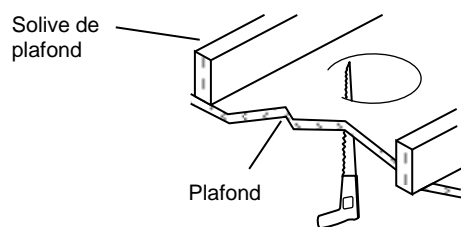

Fig. 1
- Utilisez une scie à guichet pour pratiquer une ouverture de 6 1/4 po (15,88 cm) de diamètre dans la cloison du plafond. (Fig. 1) (**Note :** veiller à ce que l'ouverture ne dépasse pas les dimensions prescrites par le gabarit. Une ouverture trop grande pourrait nuire à l'installation adéquate du luminaire.)